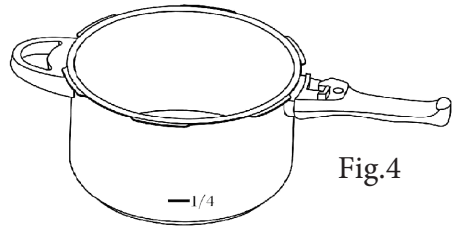

Fig.4
- Mniej niż 2/3 wysokości pojemnika dla produktów, które nie zwiększają objętości, takich jak mięso, warzywa itp. (rys. 4);